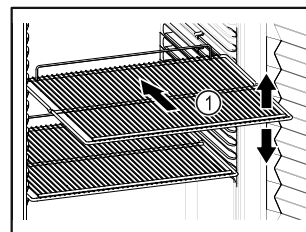

Fig. 39 Voorbeeld
- ❑ Indien de legroosters *Fig. 39 (1)* verplaatsbaar zijn, deze aan de hoogte aanpassen.